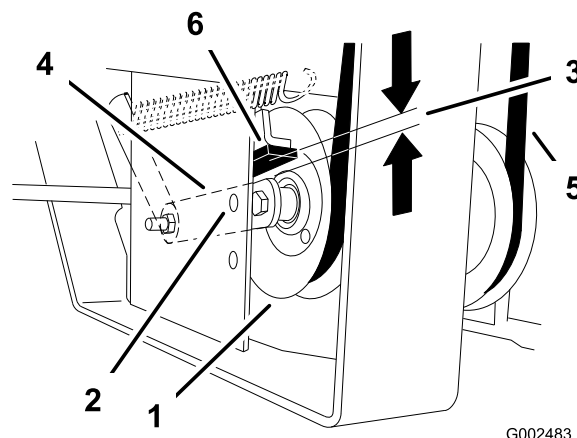

Figure 53
9. Contrôlez la distance entre la butée en caoutchouc et le bras de la poulie de tension à ressort quand la plaque de la poulie est tendue. On doit obtenir une distance de 0 à 6 mm (0 à 1/4 po) à partir de la butée (Figure 53).